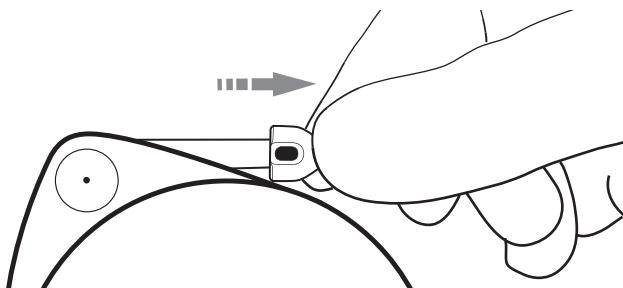

Figure 14. Vérification de la bonne fixation à une pompe SynchroMed II.
- Saisir la partie fuselée du connecteur (Figure 14).